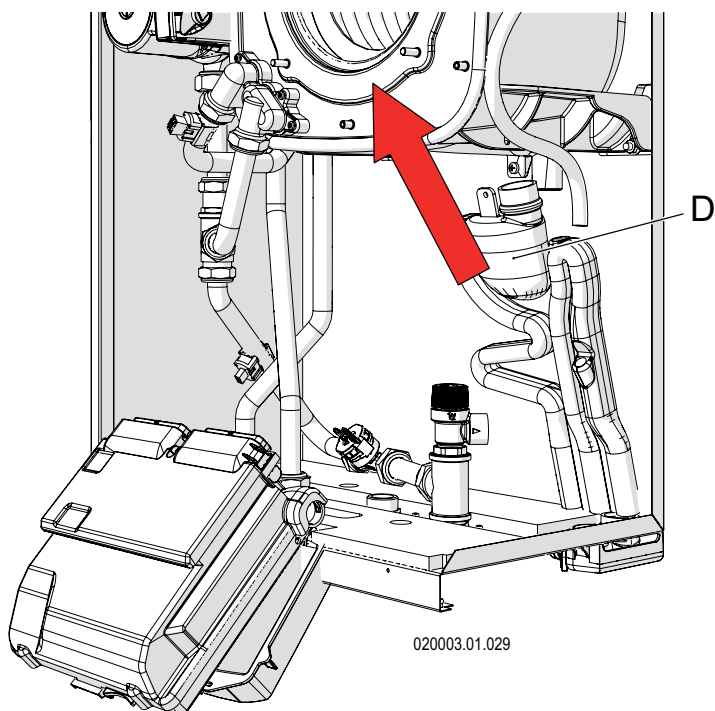

Figura 8.4 - Smontaggio sifone raccogli condensa
- 1.- con l'apparecchio acceso, aprire al massimo un rubinetto dell'acqua calda sanitaria in modo che il bruciatore si pone alla potenza massima e il livello di liquido presente all'interno del serbatoio del sifone "D" (vedi figura 8.4), si abbassa;